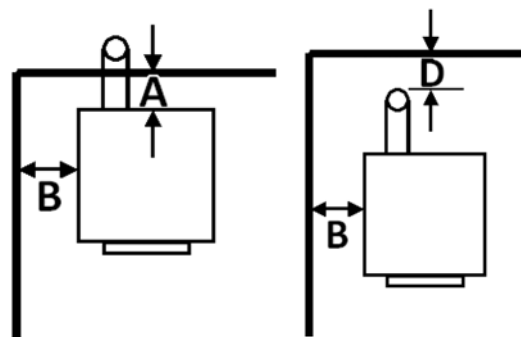

Figure 1
Le ECO-35 a été testé pour installation dans les résidences et maisons mobiles. (voir figure 1 & 2)
1. Positionnez le poêle en respectant les dégagements mentionnés aux figures 1 & 2.